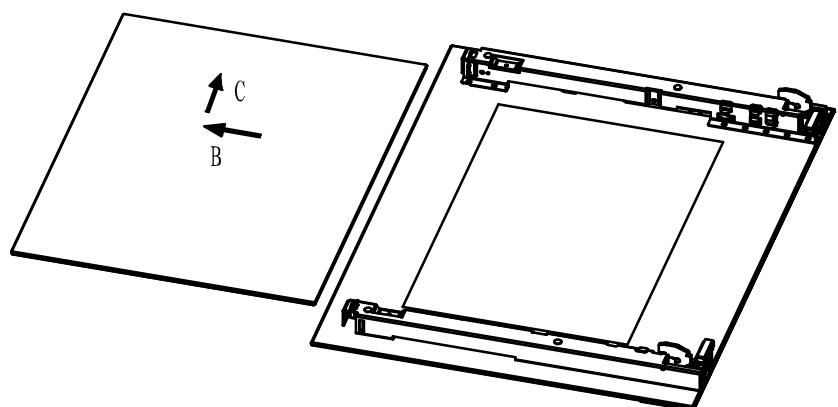

Рис.12-4
4. Снимите среднее стекло. (Рис.12-4)